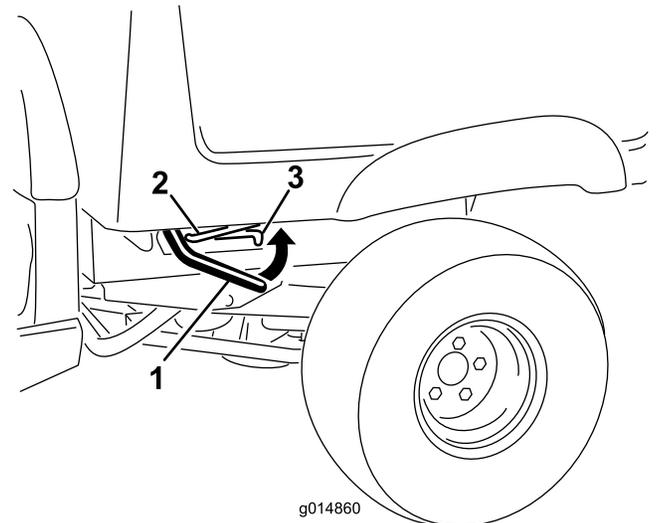

Figure 12
1. Levez le levier de verrouillage situé de chaque côté près du coin avant du plateau, et relevez le plateau (Figure 12).
2. Bloquez le plateau en tirant la béquille dans le cran de verrouillage au bout de la fente située dans le cadre gauche de la machine (Figure 12).
1. Relevez légèrement le plateau en soulevant le levier de verrouillage (Figure 12).
2. Tirez la béquille hors de la fente de verrouillage (Figure 12).
3. Abaissez le plateau jusqu'à ce qu'il se verrouille fermement (Figure 12).